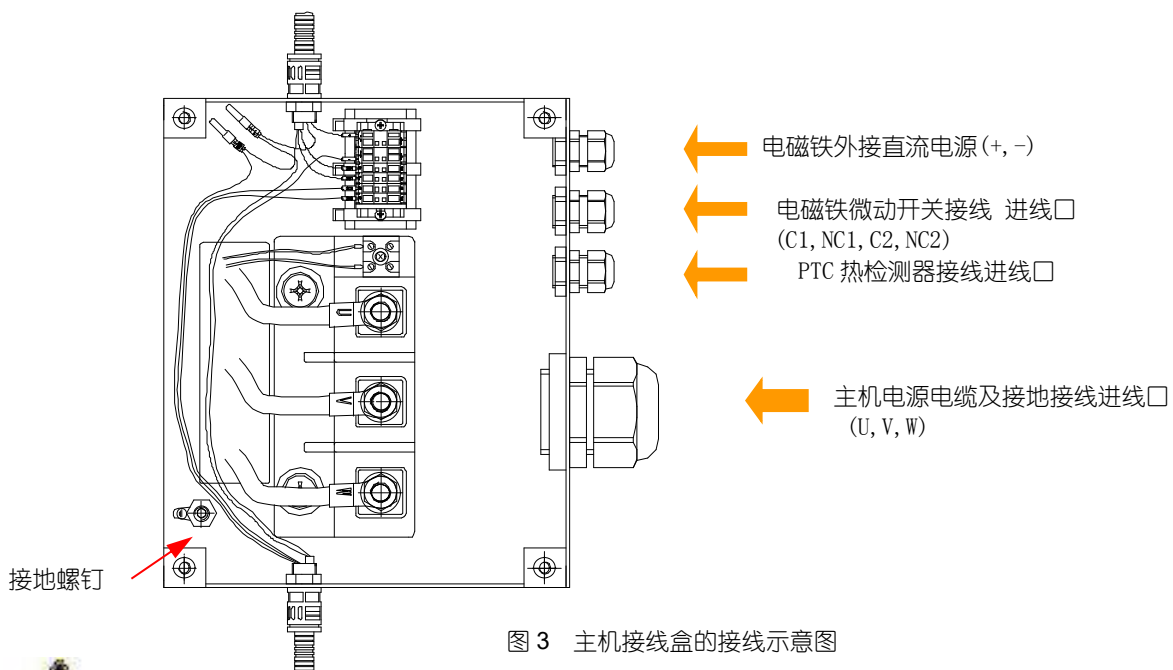

图 3 主机接线盒的接线示意图
- 制动器电磁线圈和 3 个微动开关的接线端子在接线盒内，接线时应注意保持其内无灰尘、潮气和其它杂物（见图 3）。